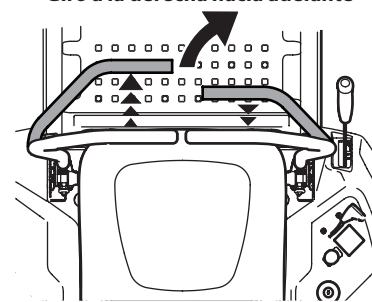

Figura 29
- Para girar a la derecha, mueva la palanca de control de la transmisión derecha hacia atrás respecto de la palanca izquierda. Consulte la Figura 29.